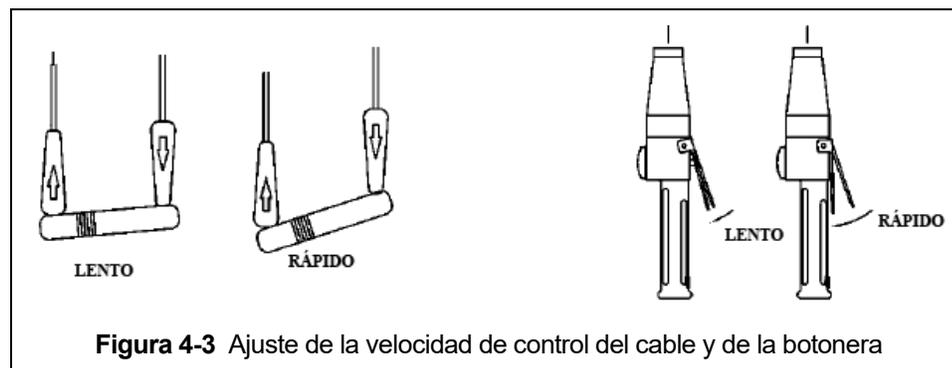

Figura 4-3 Ajuste de la velocidad de control del cable y de la botonera
- 4.4.1 Para el control de la botonera, la velocidad se puede ajustar por que tanto se presiona la palanca. Como se muestra a continuación en la figura 4-3, presionando ligeramente la palanca, podrá controlar los movimientos del polipasto/tecle lentamente y con más precisión. Al presionar aún más la palanca, la velocidad del polipasto/tecle aumentará hasta que la palanca esté completamente presionada. Consulte la figura 4-3.
- 4.4.2 Para el control del tipo de cable, ajuste la velocidad variando la cantidad de tracción del cable. Consulte la figura 4-3.